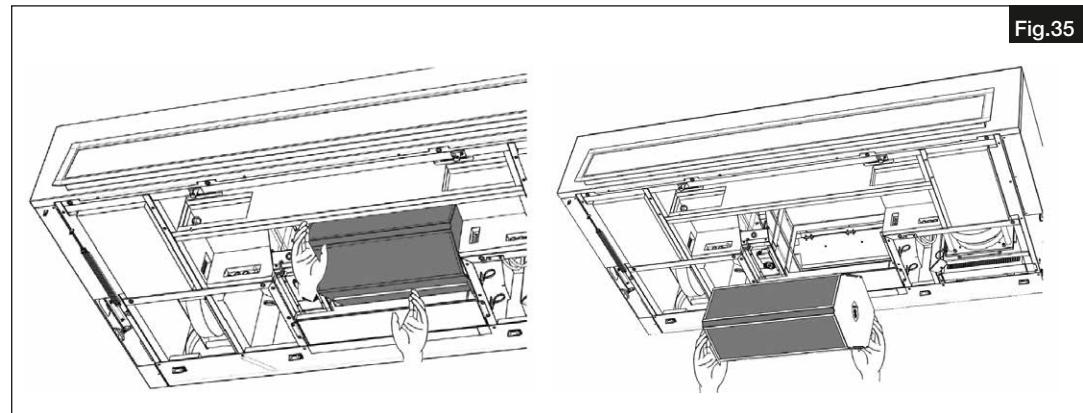

Fig.35
5. Retirer l'échangeur de chaleur avec précaution (voir Fig.35).